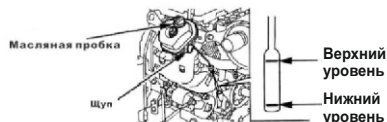

Рис. 7
2. Выньте щуп (Рис. 7) и протрите его ветошью.